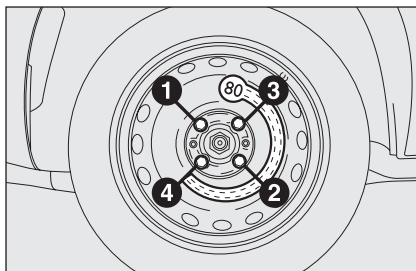

fig. 8
- en se servant de la clé fournie, serrer à fond les boulons, en passant alternativement d'un boulon à celui diamétralement opposé, selon l'ordre illustré sur la **fig. 8**.
- en se servant de la clé fournie, serrer à fond les boulons selon l'ordre numérique illustré sur la figure **fig. 8**;
- en se servant de la clé fournie, serrer à fond les boulons en suivant l'ordre représenté précédemment pour la roue de secours (voir fig. 8).